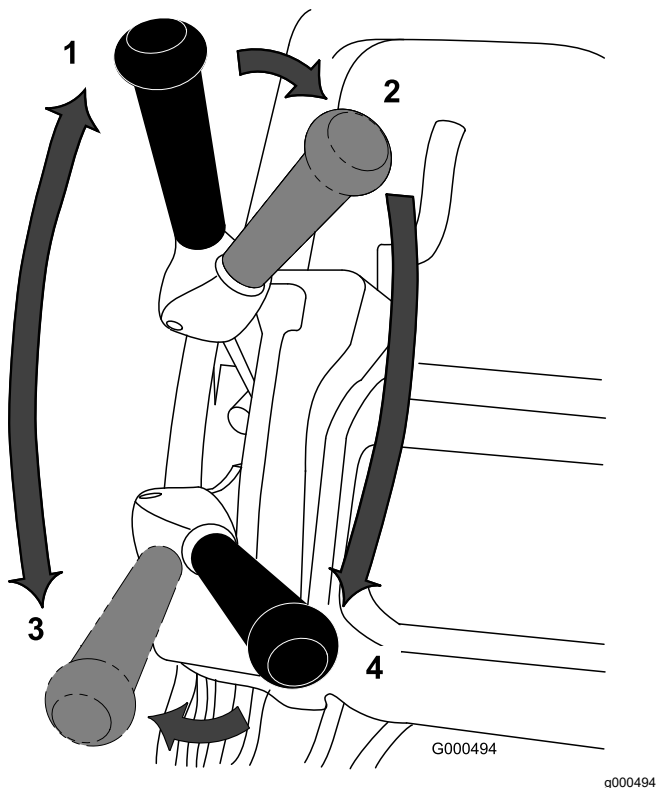

Figure 31
1. Démarrez la machine, réduisez le régime moteur, appuyez sur le guidon pour lever l'unité de coupe, appuyez sur la commande de présence de l'utilisateur, amenez le levier de commande de déplacement et d'engagement du cylindre en position AVANT (transport) et amenez la machine à la lisière du green (Figure 31).
2. Placez le levier à la position POINT MORT (Figure 31).
3. Amenez le levier de commande de déplacement à la position POINT MORT et le levier de commande du cylindre à la position DÉSENGAGÉE (Figure 31).
4. Amenez le levier de commande de déplacement en position AVANT et le levier de commande du cylindre en position ENGAGÉE (Figure 31), augmentez le régime moteur jusqu'à ce que la machine se déplace à la vitesse voulue, puis conduisez la machine jusqu'au green, abaissez l'unité de coupe au sol et commencez à tondre.